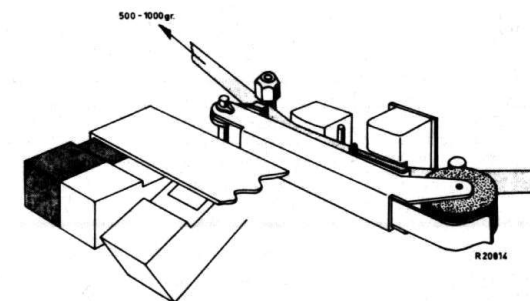

Fig. 25
- Als er een band in het apparaat wordt gelegd, moet de combinatie drukrol - toonas aan deze band trekken met een kracht van 500-1000 gr., zie fig. 25. (Band moet achter de tuimelstift worden gelegd.) Als dit niet het geval is, moet de druk van de drukrol tegen de toonas gecontroleerd en eventueel de drukrol en de toonas met alcohol worden gereinigd.